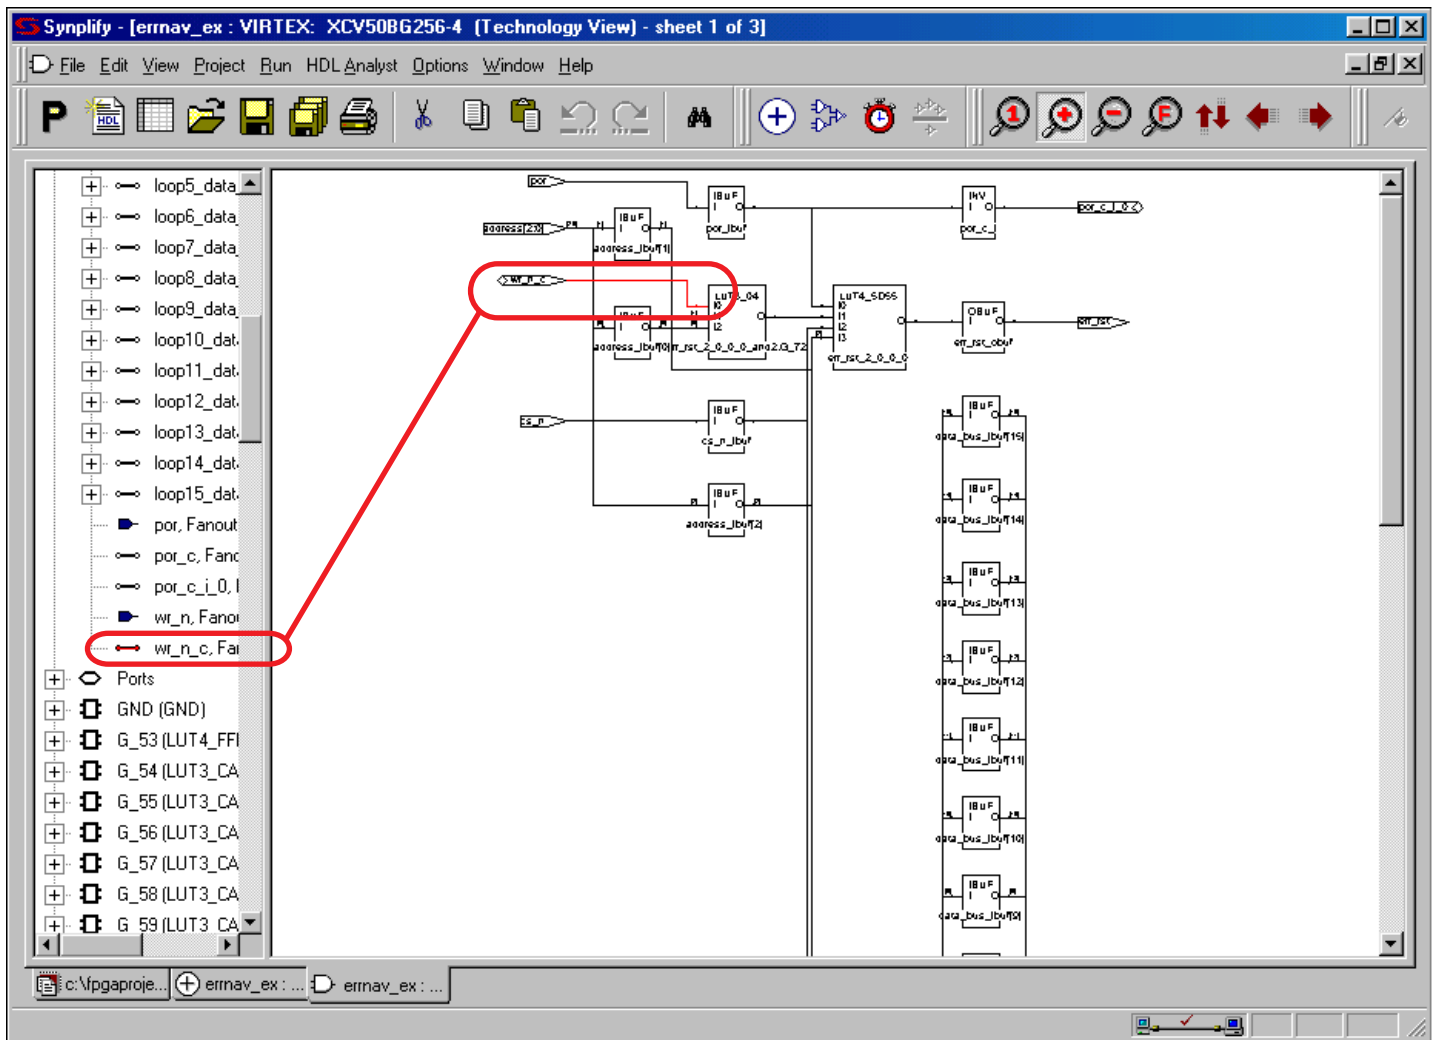

図 8: Technology View ウィンドウに表示されるネット `wr_n_c`
6. Error Viewer ウィンドウに表示されるネット名をクリックします。対応するネットが図 8 に示すように Technology View ウィンドウにハイライトされて表示されます。